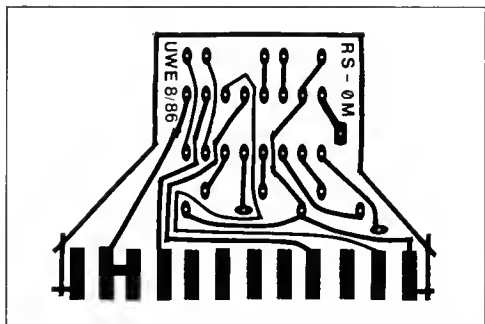

Bild 3.12: Eine Wandlerplatine für normgerechte RS-232-Signale
Bild 3.12 zeigt das Layout einer kleinen Platine für den Userport des C64, die sogar noch in einem gewöhnlichen Steckergehäuse Platz findet.
- 1 einseitige Platine nach Bild 3.12